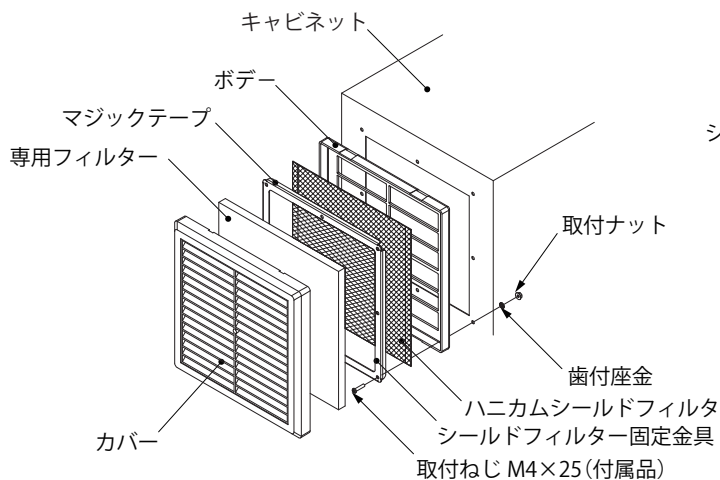

図3
- シールドフィルタ固定金具に付属のマジックテープを 4 隅に貼り付けて下さい。(図 3、4)
- 付属の取付ねじ M4×25、取付ナット、歯付座金でキャビネットに取り付けてください。(図 3)